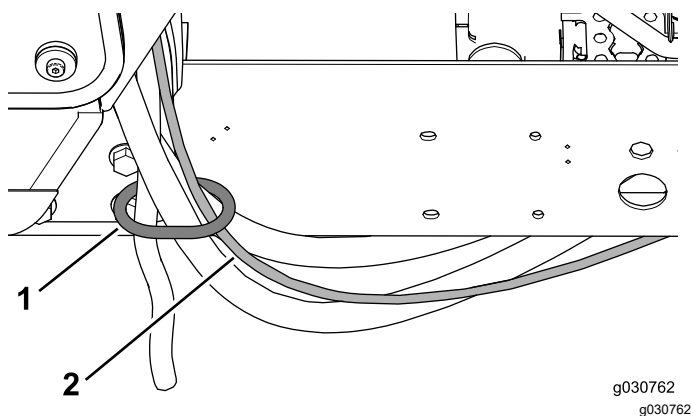

Figure 47
1. Passez le flexible de lave-glace dans l'anneau sur le support arrière de la cabine (Figure 47).